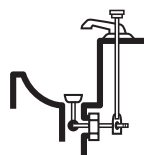

Figure 4
- Bondes à tringle: Retirez la tringle et la bonde (Figure 4).